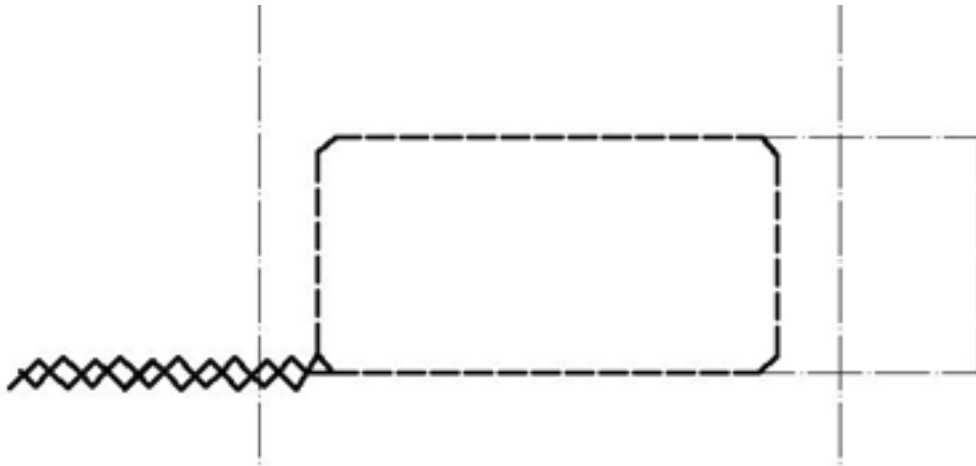
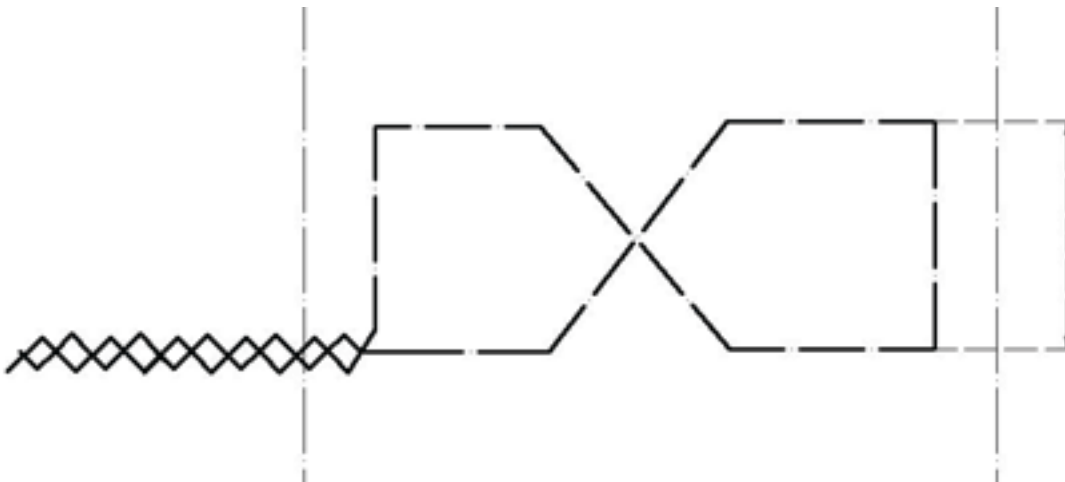
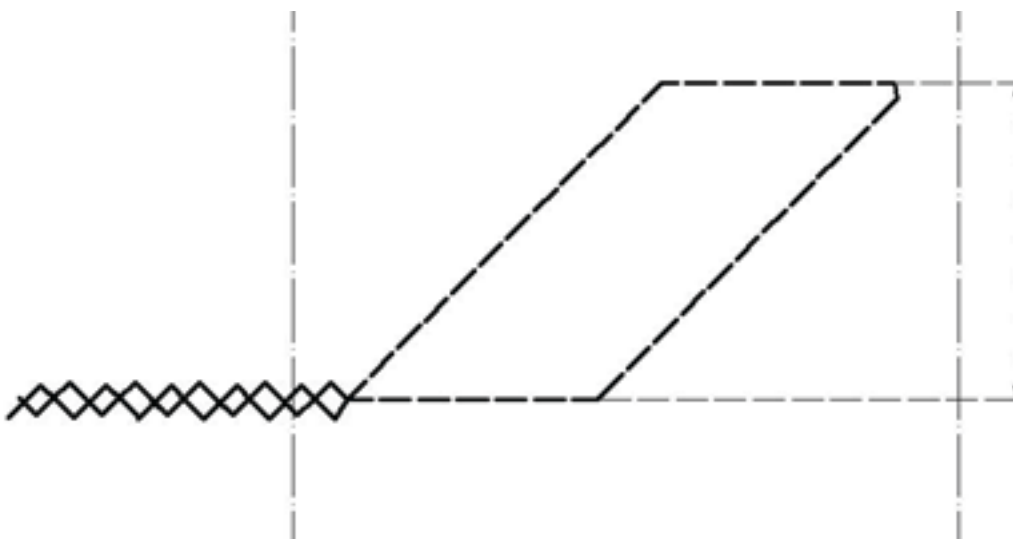

Figura 1
Figura 2
Figura 3
- Determine la posición de instalación del sensor geomagnético previo a la construcción. Seleccione una bobina apropiada de acuerdo al ambiente de instalación. Para escenarios generales, instale la bobina en forma de rectángulo como se muestra en la Figura 1 y asegúrese que ambos lados estén verticales a la dirección de entrada de los vehículos. El ancho debe de ser de 1 m y la longitud varía de acuerdo al tamaño del camino. Instale la bobina de 0.3 a 0.5m lejos de ambos lados del camino. La instalación de la bobina en forma de 8 como se muestra en la Figura 2 es aplicable a escenarios donde hay un número considerable de objetos metálicos (como puertas metálicas), y la figura de rombo a 45° como se muestra en la Figura 3 es aplicable a escenarios en donde es necesario detectar objetos metálicos pequeños como son bicicletas o motocicletas.